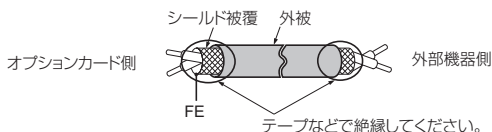

図 26 シールド線の末端処理
7. 図 26 と図 27 を参考に電線の末端を処理してください。配線時の締め付けトルクについては、「電線サイズと締め付けトルク」(36 ページ)を参照してください。すべての電線が確実に固定されているか、電線の被覆が端子台の挿入部に噛み込んでいないかを確認してください。また、はみ出した心線はすべて切断してください。